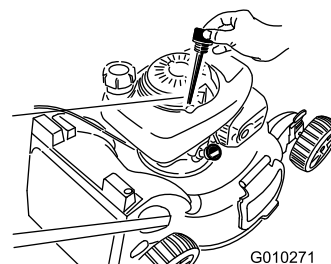

Figura 37
6. Retire la varilla del tubo de llenado de aceite (Figura 37).